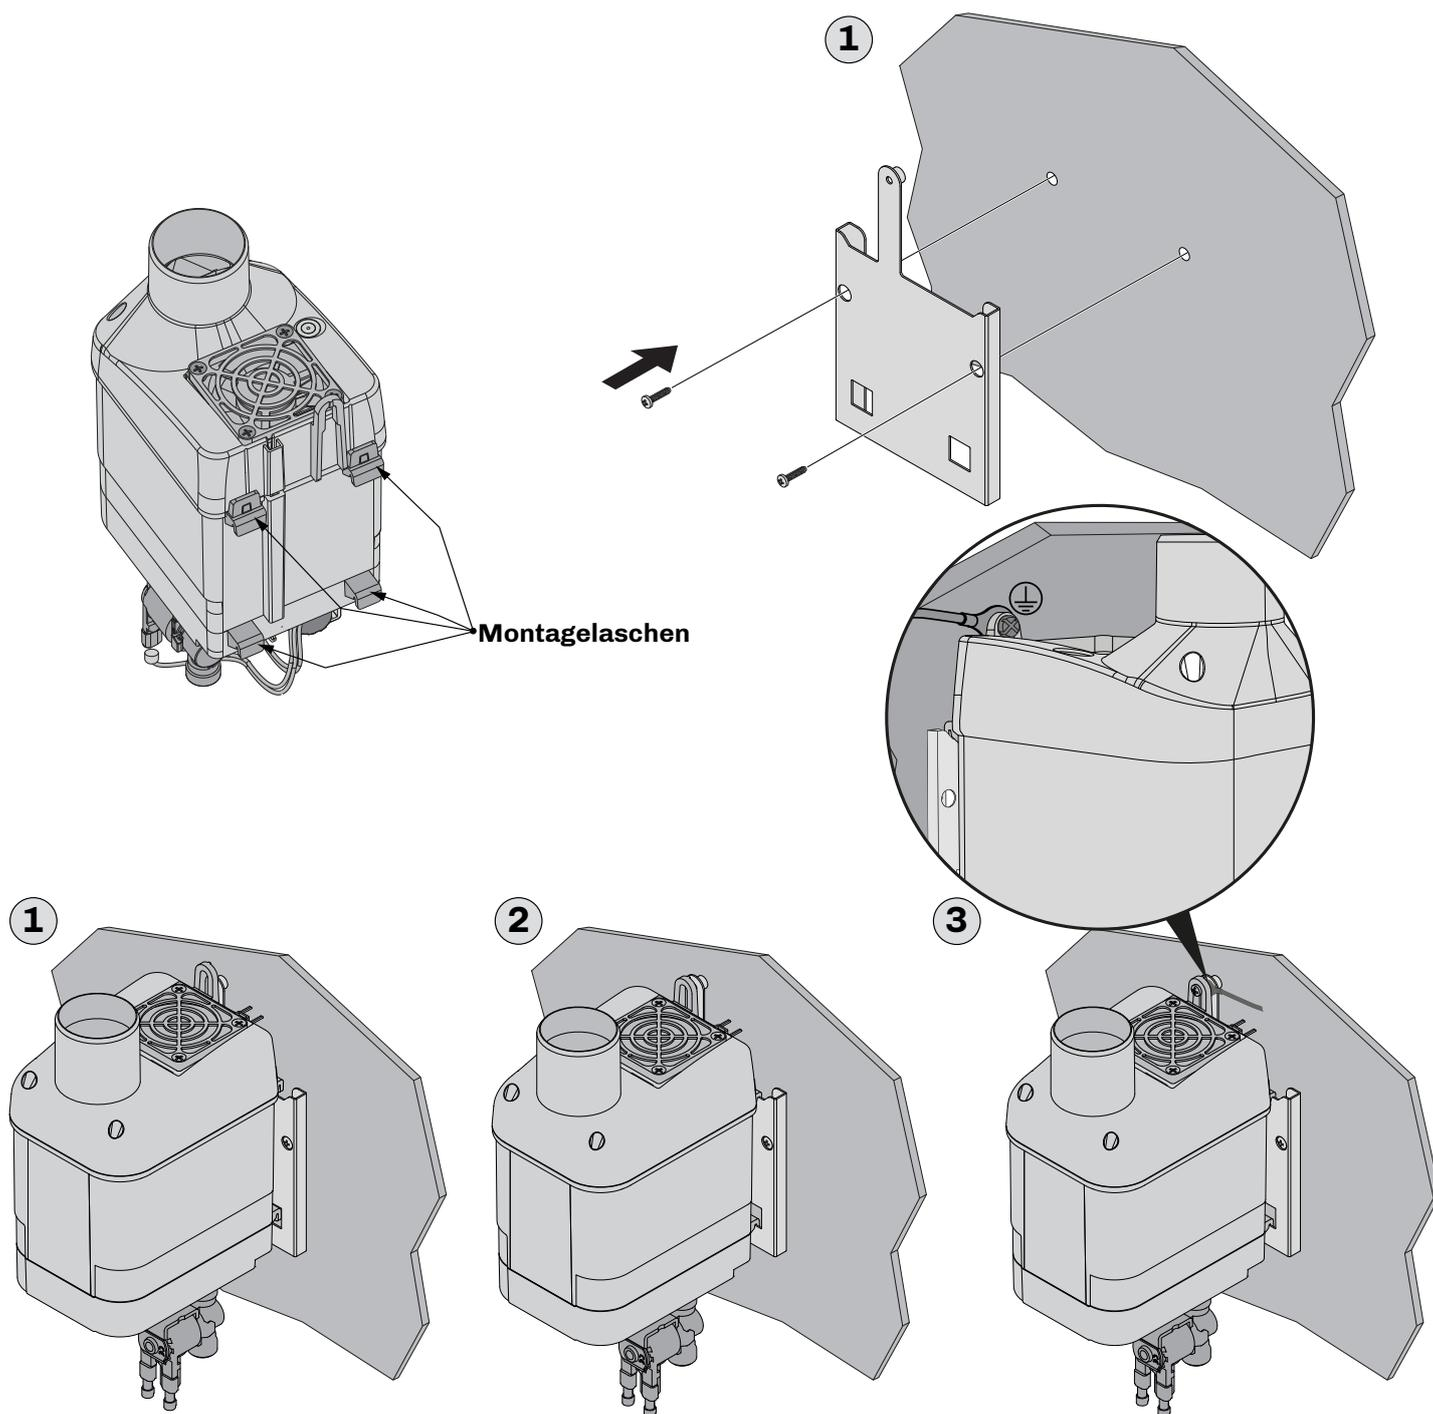

Abb. 7. Montageanweisungen mit Haltebügel
- Befestigen Sie den Haltebügel an der Wand, indem Sie die Anweisungen in der Abbildung "**ABB. 7. MONTAGEANWEISUNGEN MIT HALTEBÜGEL**" **AUF SEITE 19** und die Abmessungen der Bohrungen sowie des Bügels im Unterkapitel "**4.5.1 ABMESSUNGEN DES HALTEBÜGELS**" **AUF SEITE 18** (①) befolgen;
- Hängen Sie den Befeuchter **Mistral** in den Bügel ein und prüfen Sie, ob er sicher befestigt ist (②);
- Befestigen Sie den Befeuchter an der Wand mit dem montierten Haltebügel und dem Erdschluss anhand einer auf die Wand abgestimmten Flachkopfschraube **M4** (③).